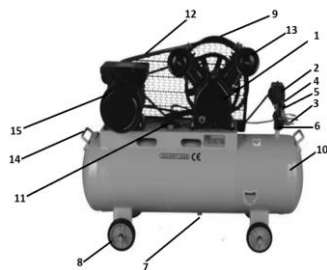

Рис. 1. Устройство компрессора
- После 50 часов использования компрессора, слейте конденсат. Для этого надо открутить дренажную пробку 7 Рис.1.